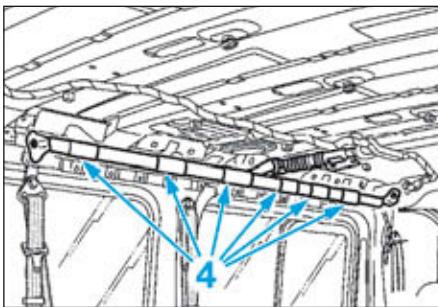

FIG. 13
- La partie rideau est agrafée en plusieurs points (4) (Fig.13), pour dégrafer le rideau :